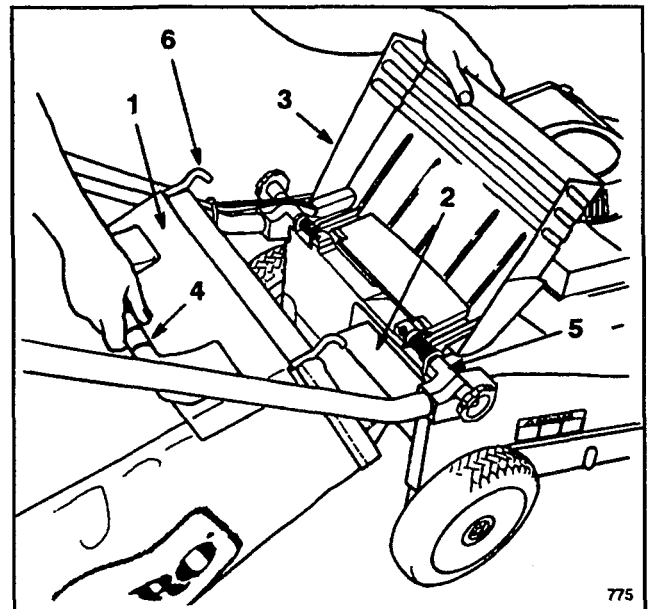
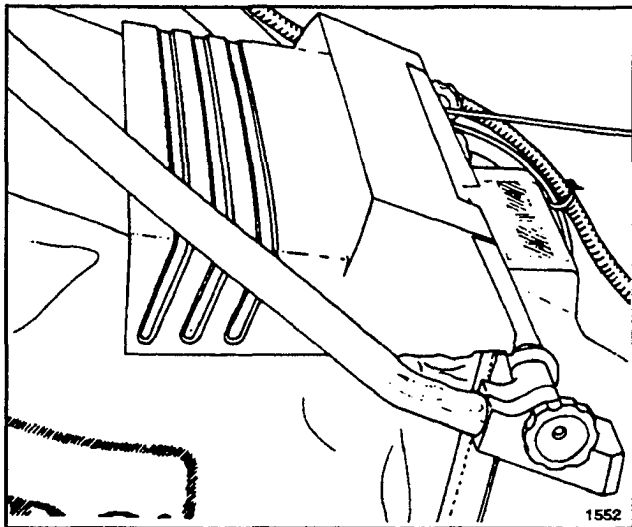

Abbildung 10
Abbildung 11
2. **MONTAGE DES SACKS**—Die Auswurfklappe anheben, den Ansatz des Sacks in die Auswurföffnung schieben und den Sackrahmen auf den Haltebolzen am Gehäuse schieben (Abb. 10). Die Auswurfklappe soll auf der Oberseite des Sacks aufliegen (Abb. 11).